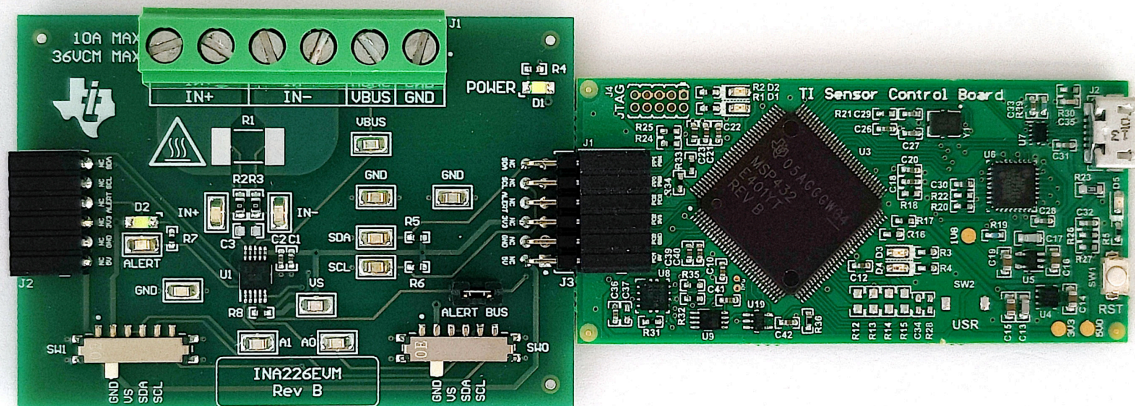

图 4-1. EVM (左) 连接到 SCB 控制器 (右)
3. 如图 4-1所示，将 EVM 连接到 SCB 控制器。
若要将 EVM 和 SCB 控制器 (单独销售) 搭配使用，如图 4-1所示连接 EVM。